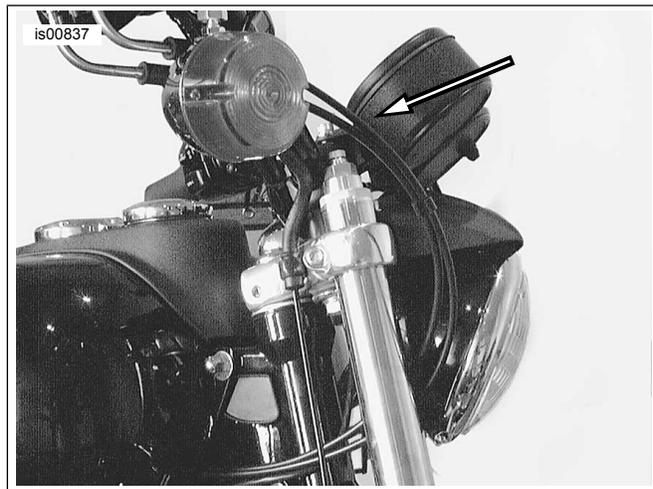

Figure 5. Acheminement du câble (modèles FXD, FXDX et FXDS-Conv)
**Modèles FXD, FXDX, FXDS-Conv :** Voir Figure 5 . Acheminer les câbles de manette des gaz et de commande de ralenti entre le phare et le tube de fourche avant droit, puis sous le côté droit du réservoir vers le carburateur.